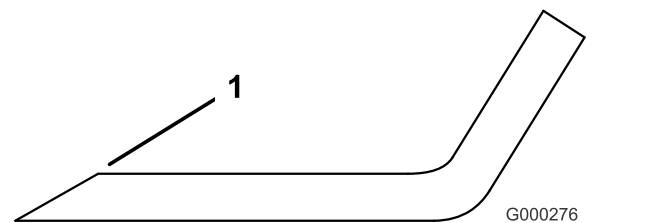

Figure 92
3. Examinez les tranchants de toutes les lames et aiguisiez-les s'ils sont émoussés ou ébréchés (Figure 92).
Remarque: N'aiguissez que le haut du tranchant et conservez l'angle de coupe d'origine pour obtenir une coupe nette (Figure 92). Limez la même quantité de métal sur les deux tranchants pour ne pas déséquilibrer la lame.